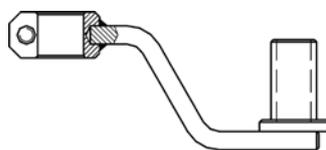

Рис.9
7.2.10. Установите патрубок сбора флюса применяемого при сварке стыковых швов 10 (См. рисунок 1) или патрубок для сбора флюса, применяемого при сварке тавровых соединений, вместе с комплект кронштейнов крепления и ориентации 11. Для монтажа патрубка для сбора флюса, применяемого при сварке тавровых соединений, в комплект кронштейнов крепления и ориентации дополнительно установите кронштейн (См. рисунок 9).